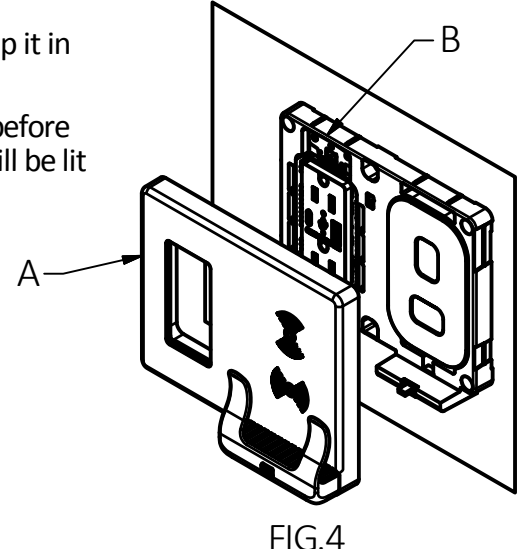

FIG.4
4) Alinee el montaje del teléfono y placa de pared (**A**) a la base (**B**) y coloque en su sitio presionando hacia abajo en las 4 esquinas. **Fig 4**.
4) Align the wall plate & phone holder assembly (A) to the base unit (B) and snap it in place by pressing down on 4 corners **Fig.4.**
- 4) Aligner la plaque murale et le porte-téléphone (A) ainsi que l'unité de base (B) puis l'emboîter en exerçant une pression dans les quatre coins. **Fig. 4.**